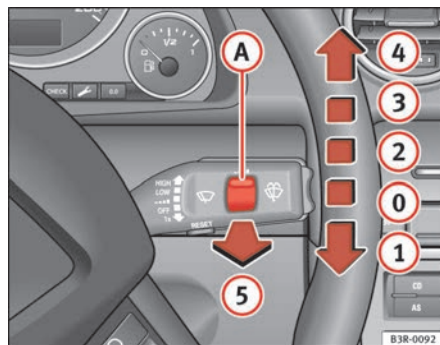

Fig. 100 Palanca del limpiaparabrisas
La palanca del limpiaparabrisas ⇒ fig. 100 tiene las siguientes posiciones:
Con las luces conectadas, accione el barrido automático del limpia / lavaparabrisas ⇒ página 131, fig. 100 ⑤ tirando de la palanca durante más de 1 segundo.